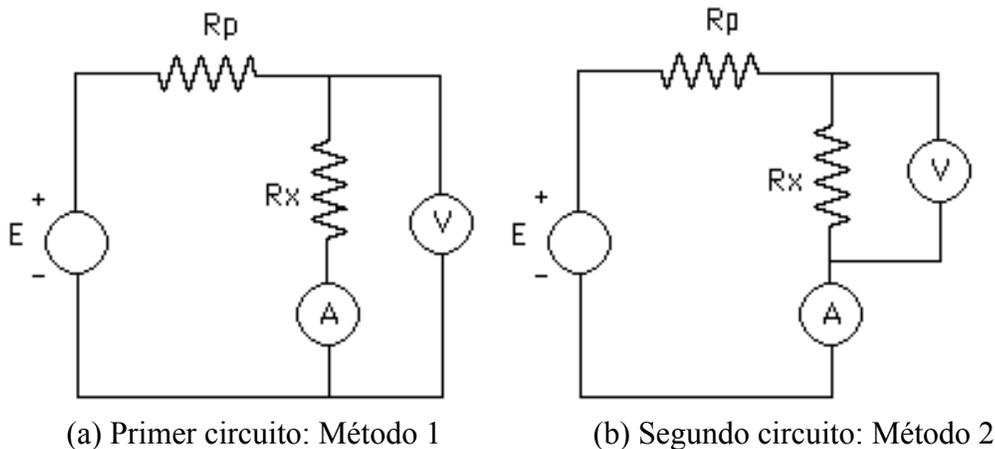

Figura 1
1.- La Figura 1 muestra dos circuitos para medir el valor real de una resistencia de forma indirecta utilizando un amperímetro y un voltímetro. Explique el procedimiento a seguir en cada caso, indique el error sistemático que se comete en cada uno de los circuitos debido a la existencia de las resistencias internas de los instrumentos utilizados, y especifique para qué rango de valores de resistencias es aplicable cada uno de dichos circuitos (en relación con los valores de las resistencias internas de los instrumentos).
- 2.- Indique cuáles de los resultados de las mediciones de los valores de las resistencias realizadas utilizando los dos métodos presentados en la Figura 1 se encuentran dentro del rango de tolerancia de dichas resistencias y cuáles no. Utilice los valores de las resistencias internas de los instrumentos determinadas experimentalmente, tanto para el amperímetro como para el voltímetro, para explicar los resultados obtenidos al realizar dichas mediciones. Incluya sus conclusiones sobre la precisión y exactitud de los distintos métodos utilizados para medir las resistencias bajo prueba.